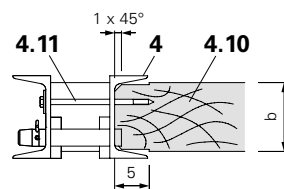

Fig. C1.15
Los extremos de los listones de madera (4.10) deben adaptarse a los perfiles U120 de los perfiles verticales (4) con biselés y encastres. Para fijar con tirafondos 8 x 160 y arandelas (4.11) pueden usarse las perforaciones en los perfiles verticales. (Fig. C1.15)